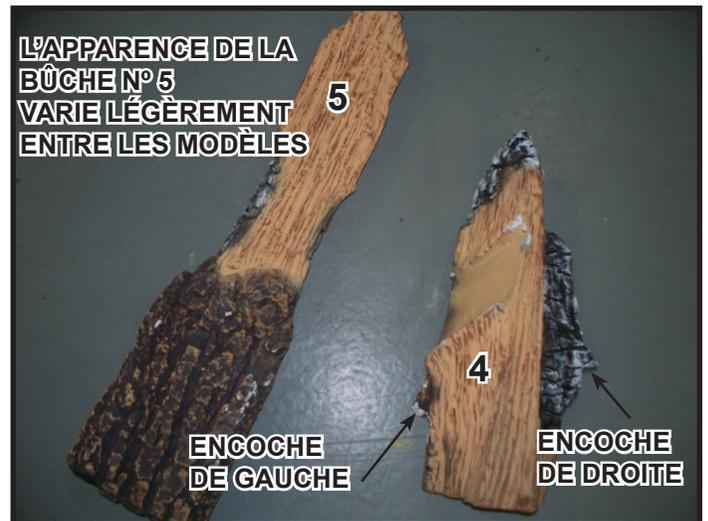

Figure 7.
**Bûche n° 4 (2280-704 pour TRUE-36, 2281-704 pour TRUE-42) :** Voir la figure 7. Placez la bûche n° 4 entre les dents de grille de la gauche et du centre. Les encoches de la bûche reposeront sur les dents. La bûche devrait être placée le plus en avant possible. Voir la figure 8. La bûche n° 4 s'appuiera contre la bûche n° 2.